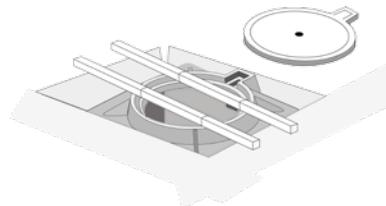

Fig. 2a
Also in spheroidal cast iron the graphite nodules inhibit cracks (Figure 2b), unlike lamellar graphite which offers a preferential route for them to spread (Figure 2a).
En outre, dans la fonte à graphite sphéroïdale, les nodules de graphite exercent une action d'arrêt pour les cricques (figure 2b), à la différence du graphite lamellaire qui offre une voie préférentielle pour leur propagation (figure 2a).
2. Posizionare il sistema telaio-assi sopra il pozzetto assicurandosi di centrare verticalmente il telaio rispetto al passo d'uomo del pozzetto (fig 2a)
2. Place the frame-axle system on the shaft being sure to centre the frame vertically with respect to a human passing the shaft (Fig 2a)
2. Positionner le système cadre-axes sur le puits en s'assurant de centrer verticalement le cadre par rapport au trou d'homme du puits (fig. 2a)